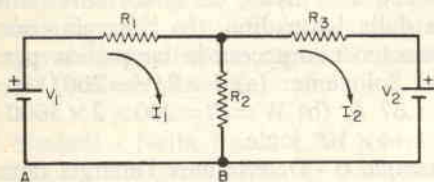

Fig. 7
Esempio 8 - La fig. 7 mostra una rete a due maglie ed in ciascuna maglia è indi-
Esempio 9 - Se, nell'esempio 8, $R_1 = 1 \Omega$, $R_2 = 2 \Omega$, $R_3 = 4 \Omega$ e $V_1 = V_2 = 6$ V, risolvere per I_1 , I_2 e la tensione ai capi di ciascun resistore. Soluzione: sostituendo i valori dati nelle equazioni (1) e (2), otteniamo $6 = 3I_1 - 2I_2$ (equazione 3) e $-6 = -2I_1 + 6I_2$ (equazione 4). Le equazioni (3) e (4) possono essere risolte per I_1 e I_2 in parecchi modi. Se, per esempio, moltiplichiamo l'equazione (3) per 3 e aggiungiamo il risultato all'equazione (4), abbiamo $12 = 7I_1$ e cioè $I_1 = 12/7$ A. Sostituendo questo valore nell'equazione (4) e risolvendo, $I_2 = -3/7$ A. Il segno negativo denota che I_2 scorre in direzione opposta a quella supposta nella fig. 7. La tensione ai capi di R_1 è $V = (12/7)1 = 12/7$ V; ai capi di R_2 è $V = (12/7 + 3/7)2 = 30/7$ V; ai capi di R_3 è $V = (-3/7)4 = -12/7$ V.